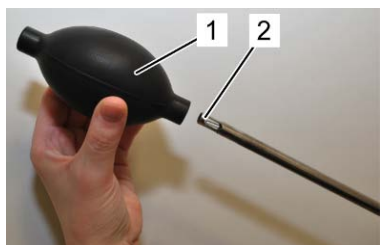

Figure 9: pompe en caoutchouc
1. Agir sur la pompe en caoutchouc (Figure 9).
2. Connecter la pompe (Figure 9 /1) en caoutchouc (Figure 9 /2)